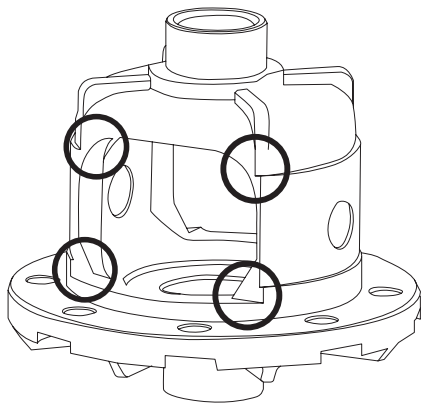

Рис. 2
5. При установке в корпус дифференциала Mitsubishi Pajero на 8 дюймов в местах, отмеченных на **Рис. 2**, необходимо снять часть металла, используя круглый напильник. При установке в корпус дифференциала Mitsubishi Pajero 9" и KIA Sportage доработка не требуется.